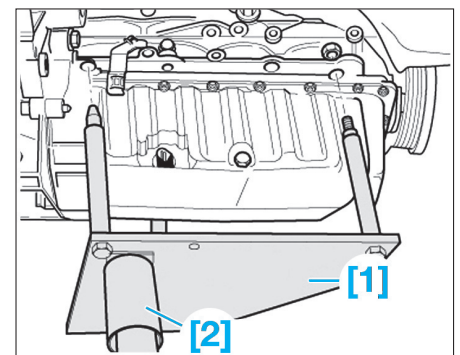

Fig. 47
- [1] Support de moteur réf VW : T10012 (Fig.47)
- [2]. Elévateur pour moteur et boîte de vitesses (Fig.47)
- Mettre en place le support de moteur [1] dans l'élevateur pour moteur et boîte de vitesses [2] comme illustré (Fig.47).